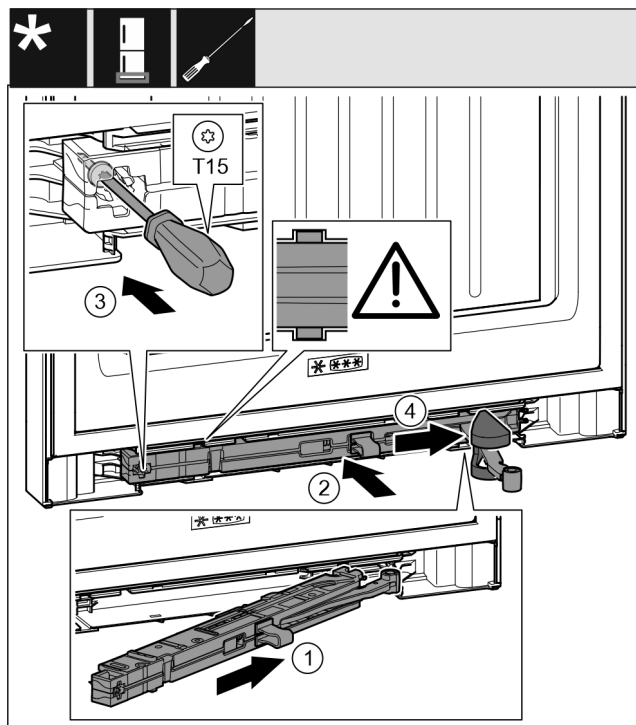

Fig. 68
- ▶ Вставьте узел амортизатора закрывания двери Fig. 68 (1) в выемку со стороны опорного кронштейна под наклоном до упора.
- ▶ Полностью вставьте узел амортизатора закрывания двери Fig. 68 (2) в выемку.
- ▶ Затяните винт Fig. 68 (3) отверткой.
- ▶ Переместите крышку Fig. 68 (4) над шарниром.